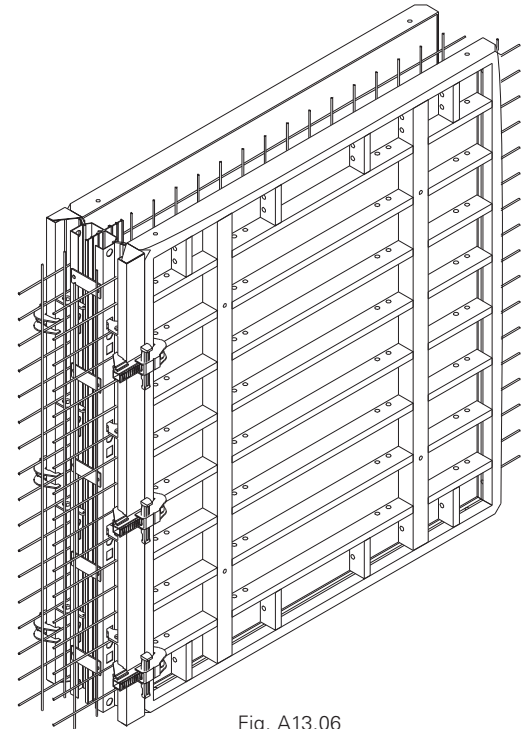

Fig. A13.06
2. Fixer le premier élément extérieur AT (56) sur le coffrage de réglage à l'aide de la pince BFD (20).
4. Mettre en place l'élément central MTF (58) et le joint d'étanchéité.
7. Insérer le deuxième élément extérieur AT (56) dans l'élément central MTF.
- (Fig. A13.06)